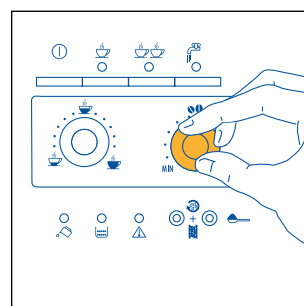
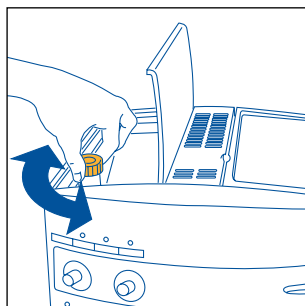

Fig.7
Fig. 17
- 2) Regule el mando derecho (fig.7) para configurar el gusto deseado del café. Cuanto más lo gire hacia la derecha, mayor será la cantidad de granos de café que la máquina molerá y, por consiguiente, el gusto del café será más fuerte. La primera vez que se use la cafetera habrá que hacer varios cafés hasta encontrar la posición correcta del mando. Procure no girar totalmente hacia la derecha el mando porque el café podría salir muy lentamente (a gotas), especialmente cuando se desean servir dos tazas de café.
NOTA 1 : si el café sale en gotas o no sale ,hay que girar el regulador del molido (fig. 17) una posición hacia la derecha (véase § 6). Proceda moviéndolo a una posición por vez hasta obtener una erogación satisfactoria.
NOTA 2: si el café sale muy rápido y la crema no le satisface, gire un poco el regulador derecho (fig. 7) hacia la derecha Haga varios cafés para determinar la posición correcta del regulador. No gire mucho hacia la derecha porque el café podría salir muy lentamente (a gotas), especialmente cuando se desean hacer dos tazas de café. Si después de algunos cafés no obtiene una crema que le satisfaga, gire también el regulador del molido (fig.17) una posición hacia la izquierda (véase § 6).
Para resolver este inconveniente es necesario regular el molido del molinillo girando el regulador (fig.17) una posición hacia la izquierda (tal como descrito en el cap. 6).
De todas maneras, después de haber hecho los primeros cafés, si la erogación fuera muy rápida o muy lenta (a gotas) es necesario corregirla con el regulador del grado de molido (fig. 17). Girando el regulador una posición hacia la derecha (igual a una cifra), el café sale más rápidamente (sin gotas).